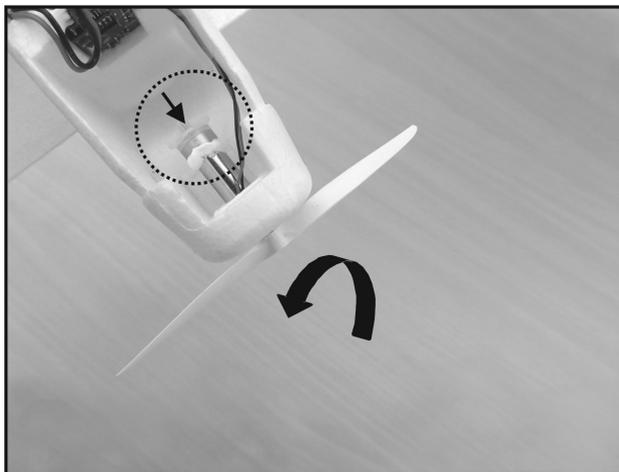

Figura 15
- Premere con un dito la grande ruota dentata posta in basso nell'albero portaelica (vedi freccia nell'figura 15).